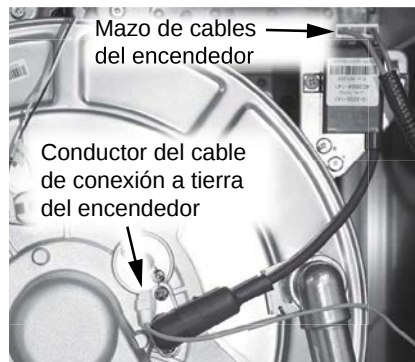

Figura 58 - Ubicación del mazo de cables del encendedor.
Consulte la Figura 58. Desconéctelos y mueva los cables a un lado.
6 Ubique y retire los dos (2) tornillos que fijan los cables de conexión a tierra a la placa de conexión a tierra. Consulte la Figura 58. No retire la tercera conexión a tierra que no es parte del conjunto de cableado. Deje los tornillos a un lado en un lugar seguro para volver a instalarlos.